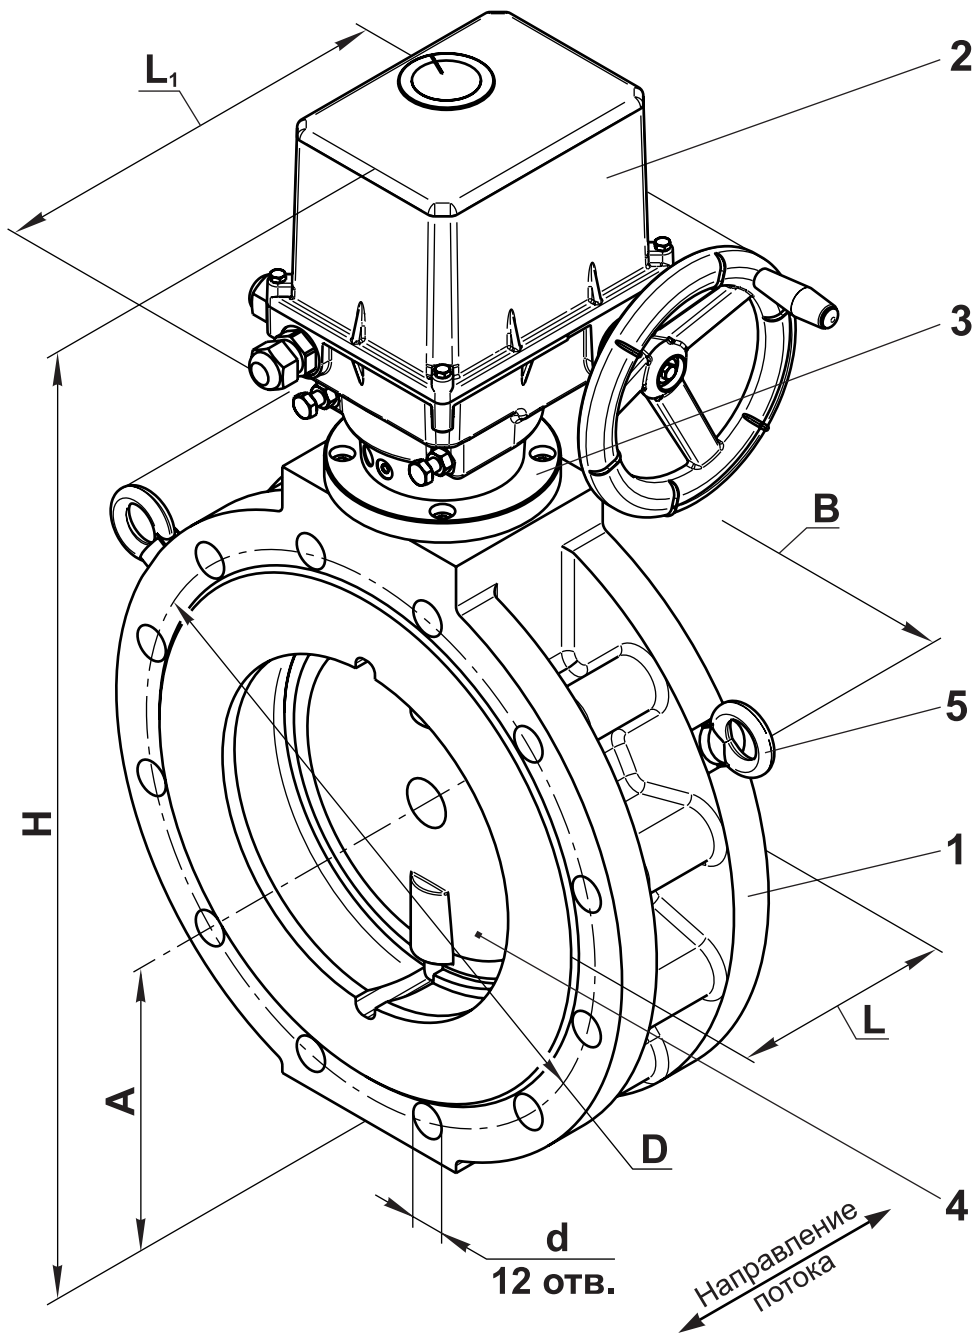

Рис. 1
2.1 Заслонка регулирующая (см. рис. 1) состоит из следующих основных узлов и деталей: